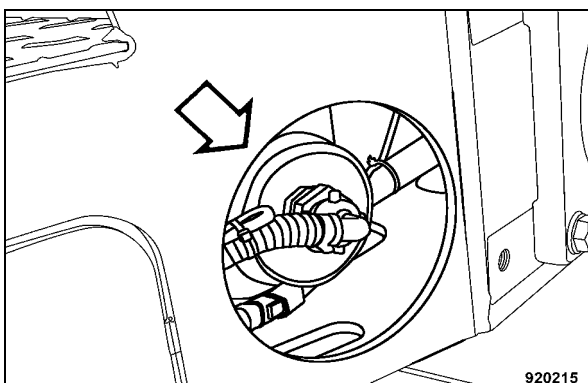

Fig. 181
- Dévisser la conduite flexible au filtre à eau (Fig. 181).